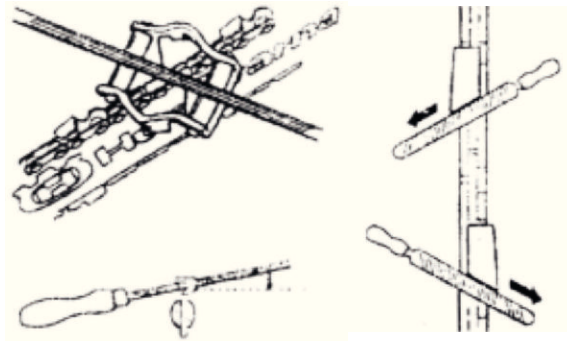

Рис. 16
**ВНИМАНИЕ!** Убедитесь, что ведущие звенья не имеют повышенного люфта в направляющем пазу шины - это может привести к неправильной заточке. Заточку следует производить в одном направлении: от внутренней стороны режущего зуба - к наружной. Заточив все режущие зубья с одной стороны цепи, поверните пилу и заточивайте зубья с другой стороны цепи. Чтобы получить прямой пропил в дереве, все режущие зубья должны иметь одинаковую длину. Если цепь заточивать регулярно, необходимо всего несколько движений напильником на каждый зуб. Для обеспечения наилучшей производительности каждый тип цепи имеет свой угол заточки, диаметр напильника и глубину заточки (см. рис. 16).